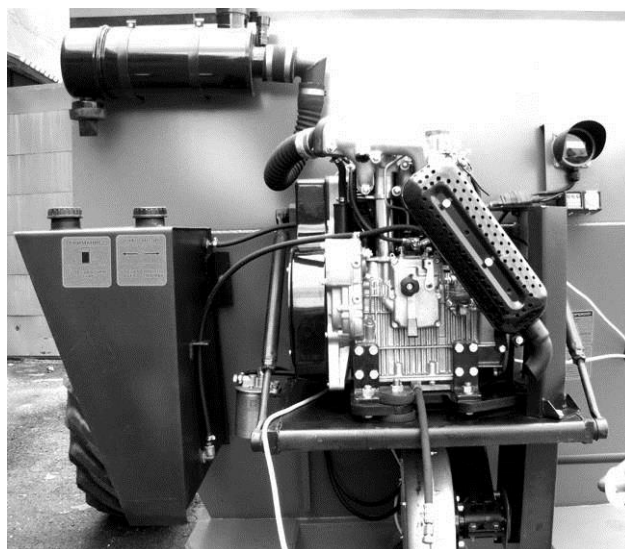

Рис. 6.6.9. Дизельный двигатель
6.6.8. **Дизельный привод Ломбардини** (рис. 6.6.9) в эксплуатации прост и надежен (см. паспорт на двигатель и его перевод на русский язык в **Приложении 2**). При замене масла в карте-ре можно применять масло SAE-30.